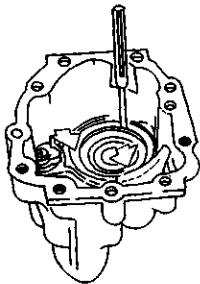

图 3-52 安装新的挡油圈
- 9) 装上新的挡油圈, 如图 3-52 所示。挡油圈一经拆卸就应更换, 在箭头所指的部位冲压将其固定。